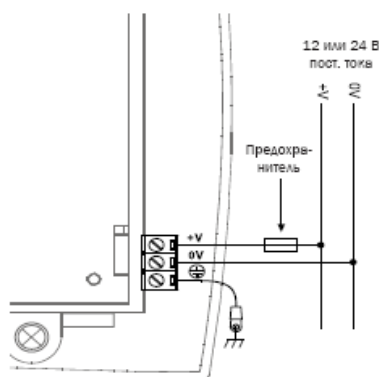

Рисунок 5. Подключение источника питания
- d. Разместите на винте в следующем порядке: шайбу, кольцевой кабельный наконечник, вторую шайбу, пружину, гайку; как показано на Рис. 5, стр. 13.